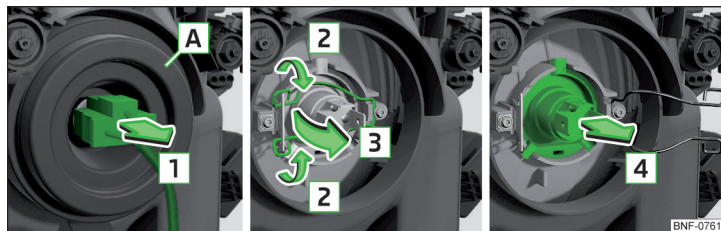

Рис. 172 Демонтаж лампи ближнього та дальнього світла.
- » Витягніть штекер лампи розжарювання у напрямку стрілки **1** » Рис. 172.
- » Притисніть запобіжні скоби в напрямку фари, а потім розведіть в сторони в напрямку стрілок **2** » Рис. 172.